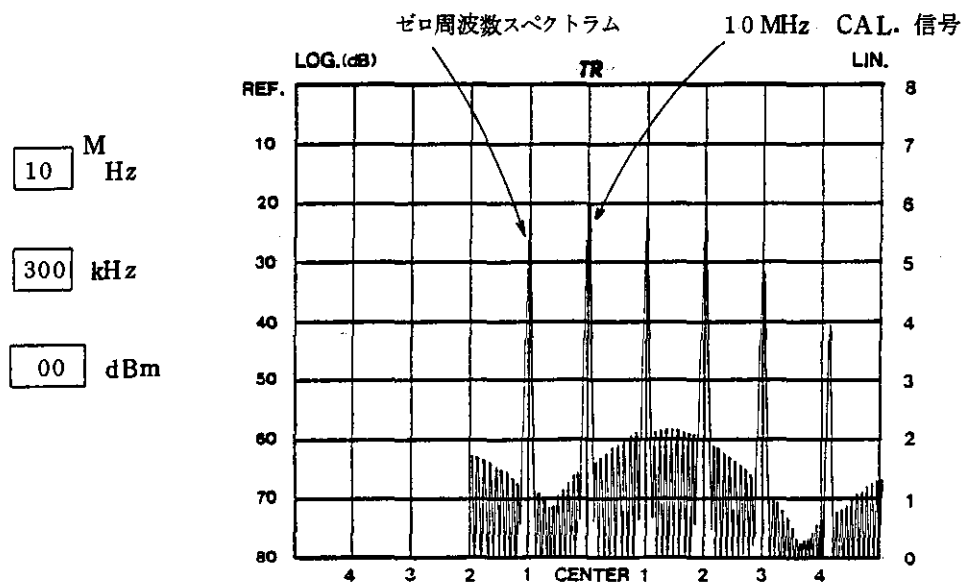

図 3-5 10 MHz CAL. 信号スペクトラム
- ④ **TUNING** つまみを時計方向にまわし、10MHz スペクトラムを、**CENTER** 目盛に合わせます。(図 3-5 参照)